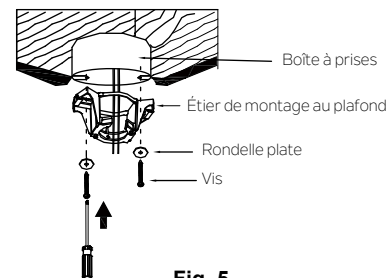

Fig. 5
**Étape 1.** Avant de raccorder le ventilateur à la boîte à prises (non incluse), s'assurer que la boîte à prises est solidement fixée à au moins deux points d'un élément de plafond structurel (le ventilateur oscillera si la boîte est desserrée). Faire passer les fils d'alimentation de 120 V de la boîte à prises du plafond par le centre du support de montage au plafond. Installer le support de montage sur la boîte à prises du plafond en utilisant les vis et les rondelles fournies avec la boîte à prises ou les vis et les rondelles dans le sac de quincaillerie. (Fig. 5)